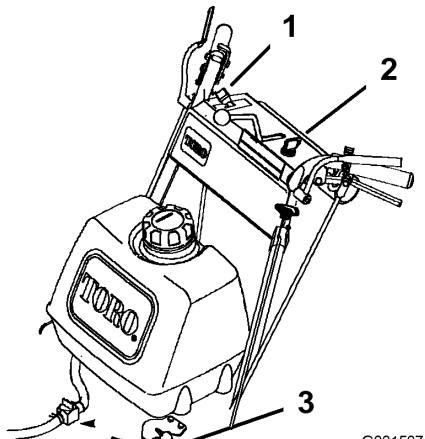

Figure 8
- 11. Repoussez le starter quand le moteur est chaud (Figure 8).
1. Placez la manette d'accélérateur en position de bas régime (Figure 8).